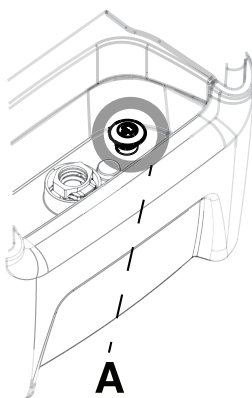

Figura 6-24: Tappo dello scarico
3. Per drenare il termoregolatore, tirare verso l'alto il tappo dello scarico del termoregolatore (A) per aprire lo scarico (Figura 6-24 a pagina 6-45). Lasciare aperto lo scarico.